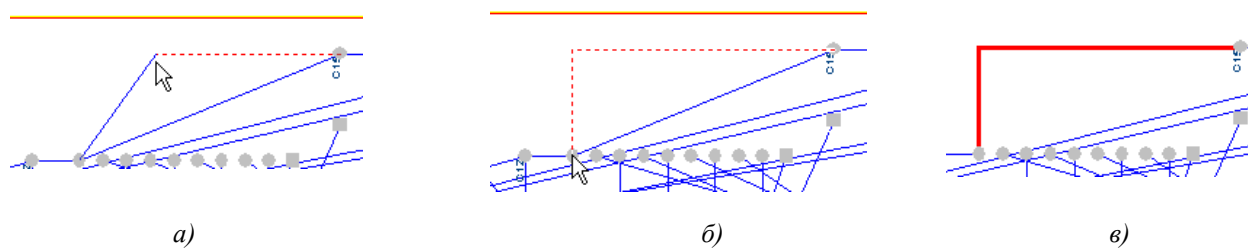

Рис. 10-27. Ручная трассировка проводников
**Route** (аналог – кнопка  на инструментальной панели). Далее необходимо щелкнуть левой кнопкой мыши по соединению, которое необходимо трассировать. При движении курсора от ближайшего вывода за курсором потянется штриховая линия (см. рис. 10-27,а). Цвет
этой линии будет определяться цветом слоя, в котором будет размещен сегмент проводника. Переключение между слоями производится с помощью цифровых клавиш (цифре 1 соответствует слой TOP, цифре 2 следующий сигнальный слой и т.д.). Фиксация положения сегментов производится щелчками левой кнопки мыши (см. рис. 10-27,б).